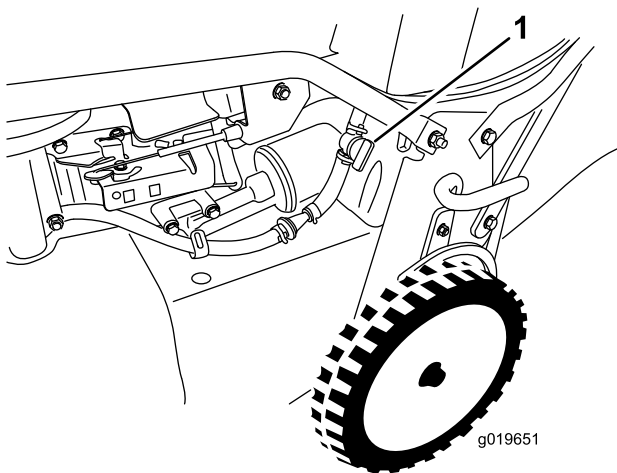

Figura 18
2. Abra la válvula de cierre de combustible (Figura 18).